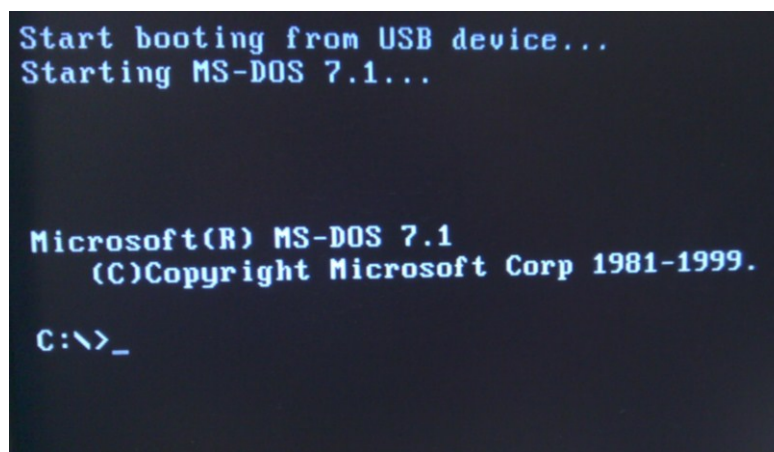

图 2-4 DOS U 盘中 dos 系统
5) 按 F10 保存 BIOS 设置，重启 GUS Controller 运动控制器，进入 U 盘中的操作系统（如图 2-4 所示）。